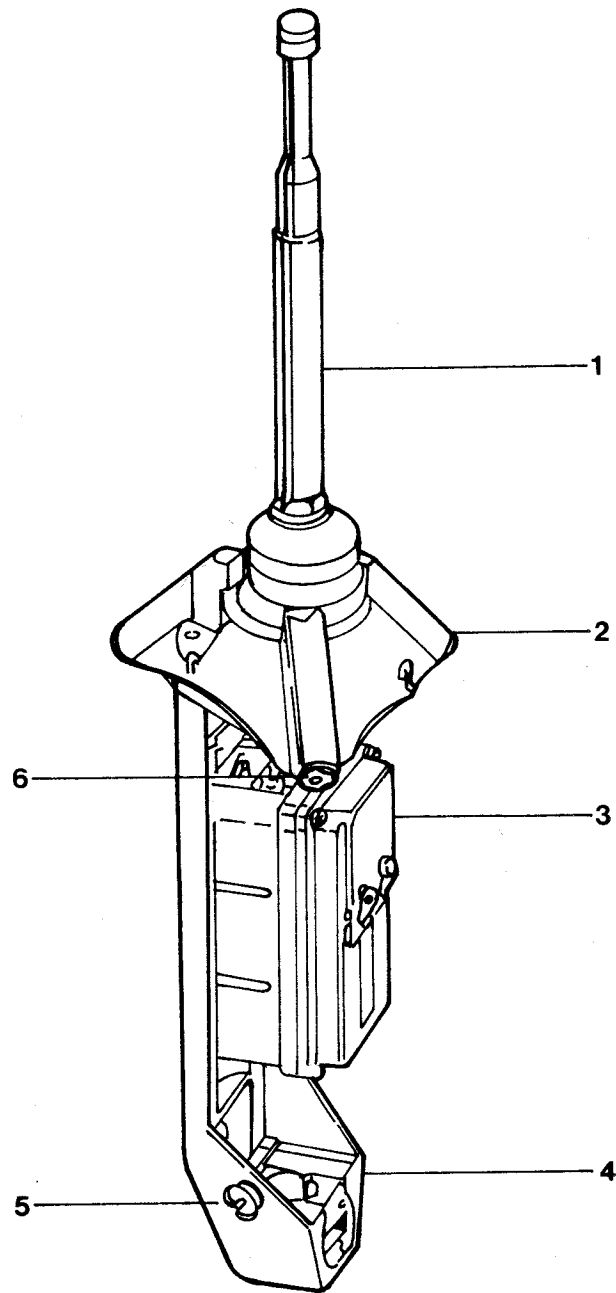

Bild 43 Antennenkopf, Mantel abgenommen
Der Antennenkopf (Bild 43) besteht aus der Traverse (43/4) mit übergeschobenem Mantel (nicht abgebildet), dem in die Traverse eingebauten Antennen-Abstimmgerät (43/3) und der Schutzhaube (43/2) mit eingebautem Antennenfuß. Der Antennenkopf wird auf die Mastspitze des Kurbelmastes aufgesetzt und festgeklemmt. In der Schutzhaube befinden sich drei Gewindeeinsätze zur Aufnahme der Gegengewichte (43/6).
- Mantel des Antennenkopfes (Bild 43) über Traverse (43/4) ziehen und einhängen